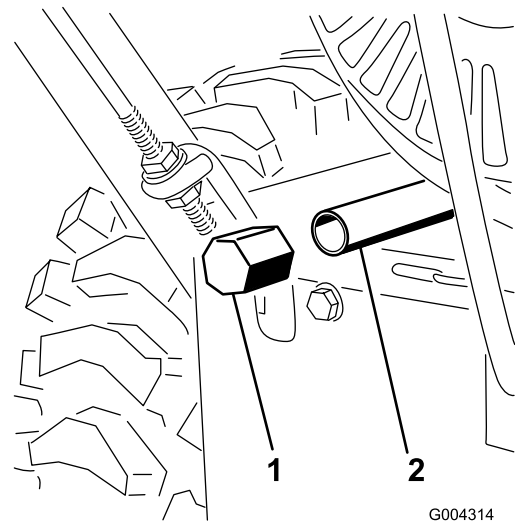

Figure 26
3. Nettoyez la surface autour du bouchon de vidange d'huile (Figure 26).
4. Placez un bac de vidange sous le tube de vidange et retirez le bouchon (Figure 26).